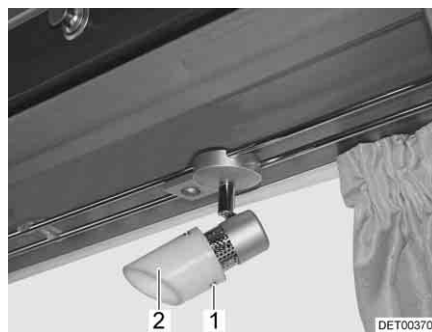

Fig. 88 Spot halogène (coulissant)
- Dévisser les vis de fixation (Fig. 88,1).
- Retirer prudemment la protection en forme de calice de la lampe (Fig. 88,2) du support.